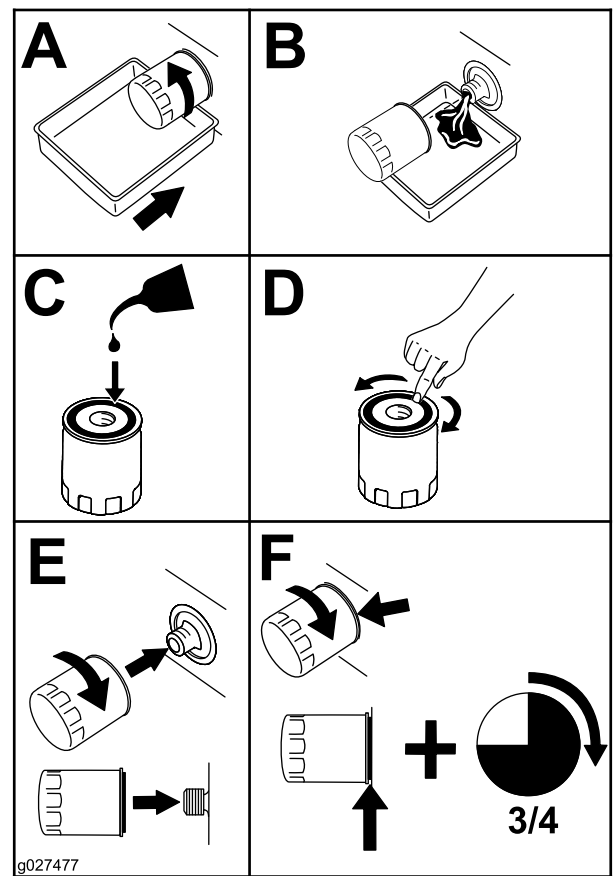

Figura 35
4. Sustituya el filtro de aceite (Figura 35).